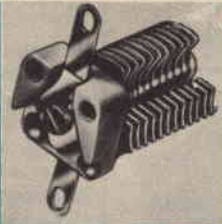

Fig 3
**Nuove applicazioni** - Negli ultimi tempi sono stati fatti considerevoli progressi per quanto riguarda lo sviluppo di nuove applicazioni per componenti a stato solido. Nella *fig. 1*, nella *fig. 2* e nella *fig. 3* presentiamo tre interessanti dispositivi a stato solido su-
**Fig. 3** - Con questa pompa per liquidi, priva di motore, della Precision Chemical Pump Co., viene ridotta al massimo la formazione di scintille che potrebbero accendere liquidi infiammabili.
La Chemical Pump Co. ha realizzato un dispositivo a stato solido che pompa il liquido, eliminando l'uso di un motore elettrico o di un complesso di ingranaggi (*fig. 3*). Questa unità è costituita da due valvole a forma di sfera, che garantiscono il flusso unidirezionale del liquido e da un diaframma flessibile comandato da un elemento piezoelettrico; questa disposizione riduce al massimo il formarsi di scintille che potrebbero accendere liquidi infiammabili; inoltre semplifica il funzionamento dell'unità con comando a distanza.
Nella fig. 3 è raffigurato il condensatore miniatura di sintonia fine da 19 pF tipo C.16, con isolante ad aria e con una base di appena 9,5 mm di lato (91 mm2); questo condensatore è attualmente ottenibile con capacità nominali di 5 pF, 8,5 pF, 11,5 pF, 14 pF oppure 19 pF (+20%), con fissaggio a vite o su circuiti stampati. La versione da 19 pF illustrata appunto nella fig. 3 si ritiene sia la sola, di tale capacità, a poter essere fornita su base così piccola.